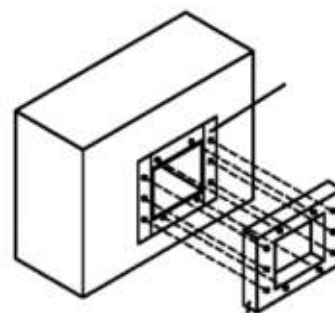

Рис. 3
- Также есть возможность установки щитового затвора к стенному адаптеру (Рис. 3). В плите-адаптере имеются отверстия с резьбой, они совпадают с крепежными отверстиями на корпусе.